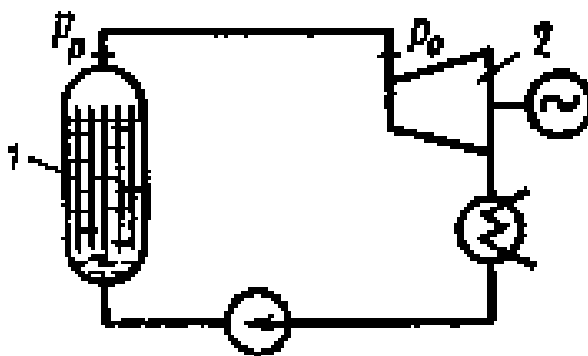

Рис. 1.2.
2. Давление пара на входе в турбину 2 (рис.1.2) атомной электростанции (АЭС) по паспортным данным  $p_0=6,65$  МПа. Давление пара на выходе из реактора 1 измерено манометром, градуированным в технических атмосферах, и равно  $p_{\text{ман}}=68,6$  ат (избыточное давление) при показании барометра в помещении АЭС  $B=745$  мм рт. ст. Для обеспечения соблюдения паспортных данных турбины оценить максимально допустимую потерю давления  $\Delta p$  (МПа) в трубопроводе.